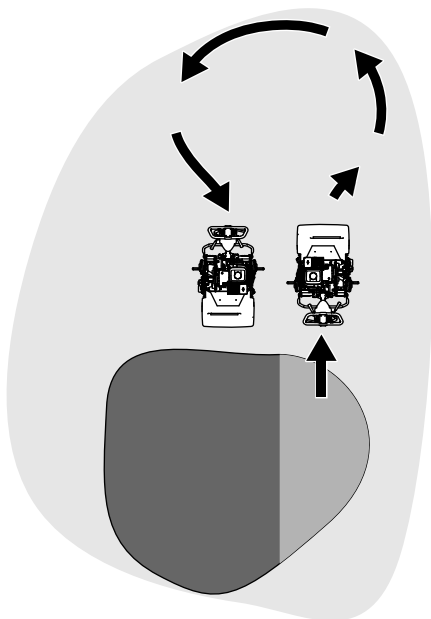

Figura 23
y realice un giro en forma de lágrima sobre el tambor de tracción (Figura 23).
1. Localice la palanca de engranado de la tracción en la caja de engranajes de la transmisión (Figura 23).